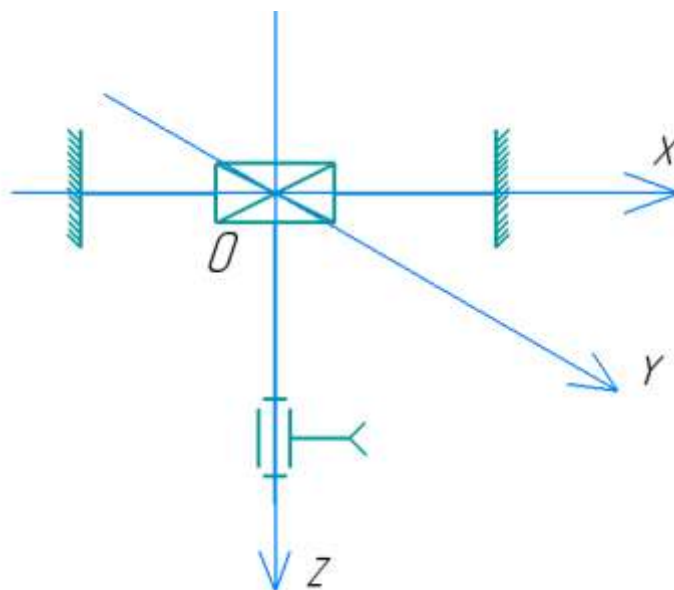

Рис. 3. Система координат для манипулятора
9.3. Введём систему координат в пространстве (рис. 3).